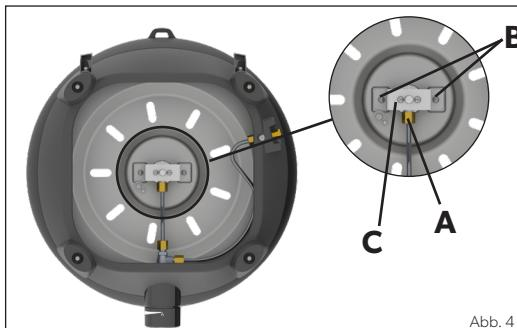
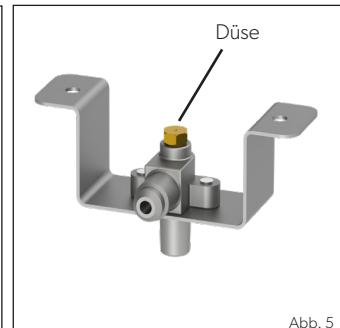

Abb. 4
Abb. 5
- Wir empfehlen, die Düsen alle sechs (6) Monate zu reinigen oder auszutauschen, um einen dauerhaften effizienten Betrieb Ihres Geräts zu gewährleisten.
- Sollte das Loch in der Düse verstopft sein, kann dies zu einer kleinen Flamme oder gar keiner Flamme führen. Versuchen Sie nicht, die Düse mit einer Nadel oder einem ähnlichen Gerät zu reinigen, da dies die Öffnung beschädigen und das Gerät unsicher machen könnte. Um die Düse zu entfernen, entfernen Sie alle losen Oberflächen von Ihrem Gerät und drehen Sie die Basisinheit um. Lösen Sie mit einem geeigneten Schraubenschlüssel die Mutter (A) (Abb. 4). Lösen Sie die 2 Schrauben (B) (Abb. 4). Entfernen Sie die Halterung (C), um die Düse freizulegen. (Abb. 5). Entfernen Sie die Düse mit einem geeigneten Schraubenschlüssel. Verwenden Sie keine Zange an der Düse, da dies die Düse beschädigen und unbrauchbar oder unmöglich machen kann, sie zu entfernen. Schrauben Sie die neue Düse in das Ventil. Nicht zu fest anziehen, da dies die Düse beschädigen kann.